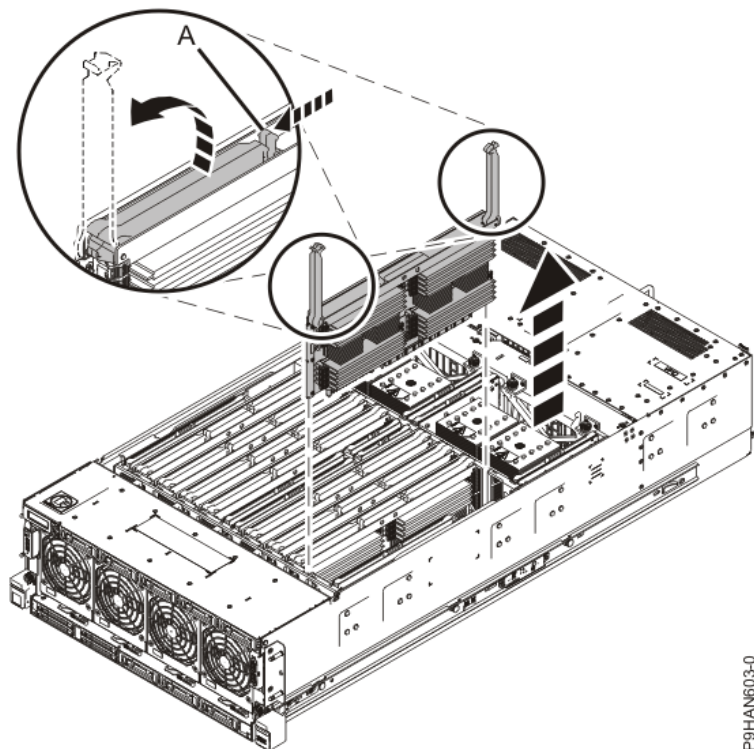

图 10 拆卸内存板
- a. 打开内存板上的卡扣（A），如图 10 所示。将卡扣打开到完全直立的 90 度位置。